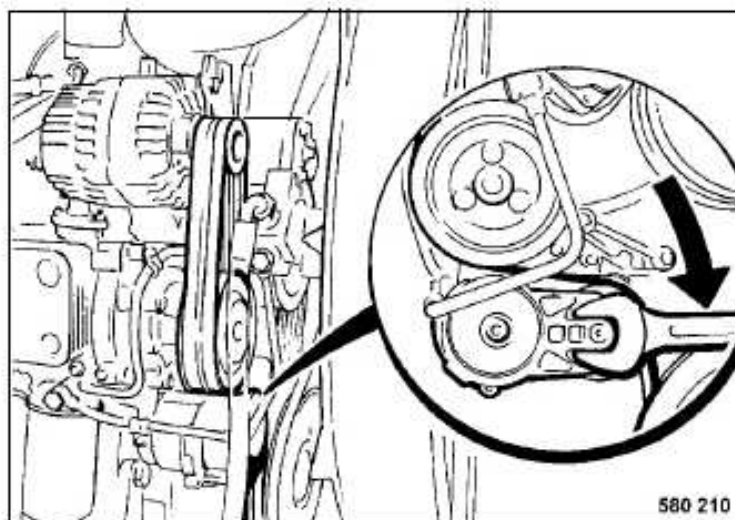

Fig. 130
- Empujar el rodillo tensor (Fig. 130) en sentido de la flecha hasta la correa trapezoidal con nervios queda libre.